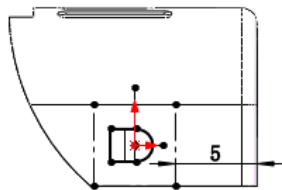

图 4.32 编辑草图
(4) 编辑草图, 如图 4.32 所示。退出草图环境, 完成成形特征 2 的创建。